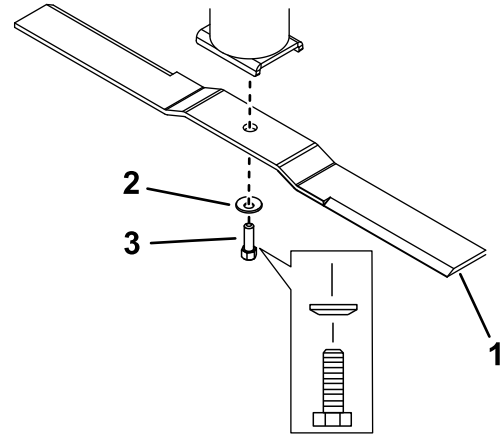

Figura 39
2. Retire el perno de la cuchilla, la arandela curva y la cuchilla del alojamiento del eje (Figura 39).
- Instale la cuchilla en el eje (Figura 39).
- Instale la arandela curva (con el lado cóncavo hacia la cuchilla) y el perno de la cuchilla (Figura 39).